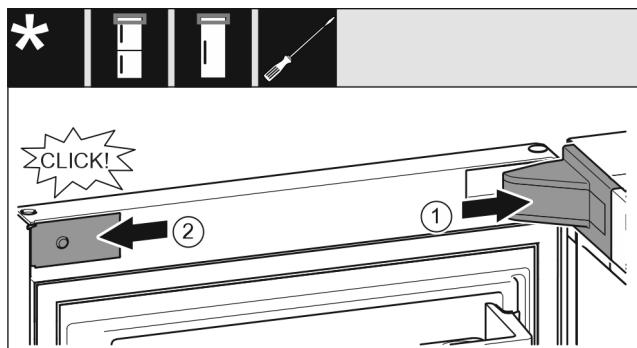

Fig. 23
- ▶ Mettre en place le cache du support de palier Fig. 23 (1) et l'enclencher. Au besoin, l'écartez avec précaution.
- ▶ Placer le cache Fig. 23 (2) sur le côté et l'enclencher.